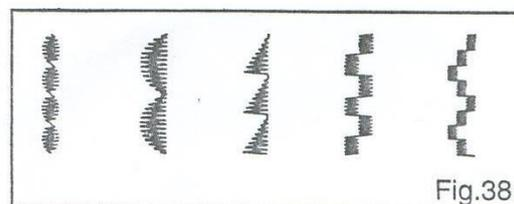

Fig.38
6. Декоративный стежок (Рис. 38)